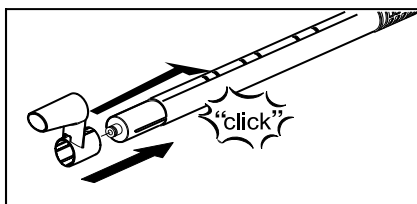

Рисунок 1
- Крючок для временного крепления (G3) при нажатой кнопке деблокировки переместите вниз по удлинительной трубке (G1) до второй выемки. При отпускании крючок для временного крепления должен зафиксироваться при отпускании кнопки деблокировки (см. рисунок 1).